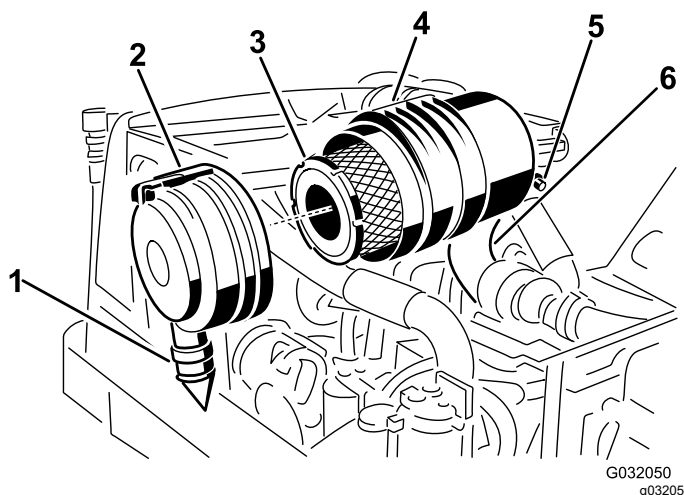

Figura 44
2. Togliete il filtro primario dell'olio (Figura 44).
3. Sostituite il filtro primario dell'olio (Figura 44).
fermo (Figura 44).